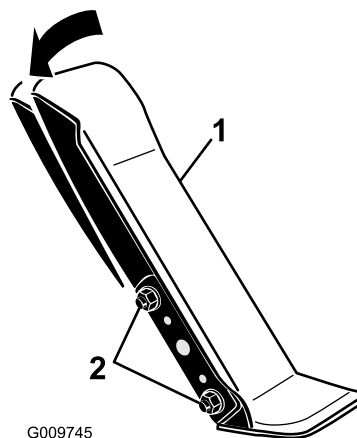

Figura 117
1. Desaperte as 2 porcas e parafusos que fixam o lado esquerdo do pedal de tração ao suporte (Figura 117).
2. Rodar o pedal para o ângulo de funcionamento pretendido e apertar as porcas (Figura 117).